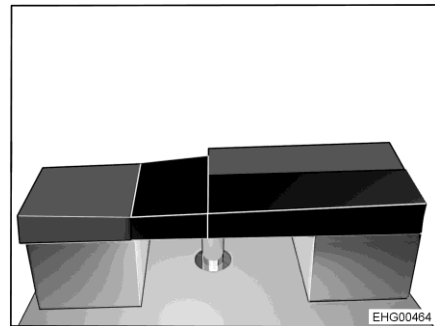

Bild 167 Nach dem Umbau
- Rechteckiges Zusatzpolster auf den Tisch legen (siehe Bild 167).
- Abgeschrägtes Zusatzpolster auf die L-förmige Bettverbreiterung legen (siehe Bild 167).